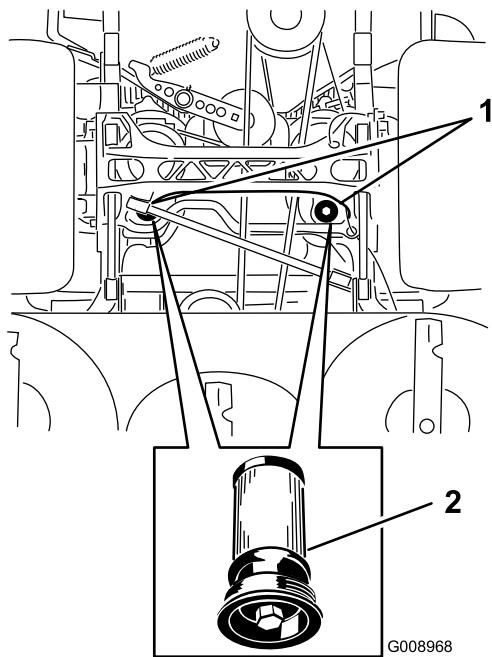

Figura 83
5. Coloque un recipiente debajo del filtro, retire el filtro usado y límpie la superficie (Figura 83).
6. Aplique una capa fina de aceite hidráulico a la junta de goma del filtro nuevo (Figura 83).